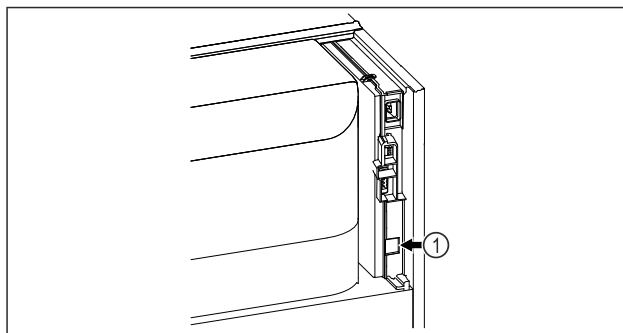

Fig. 95
- Le SmartModule Fig. 95 (1) est installé.